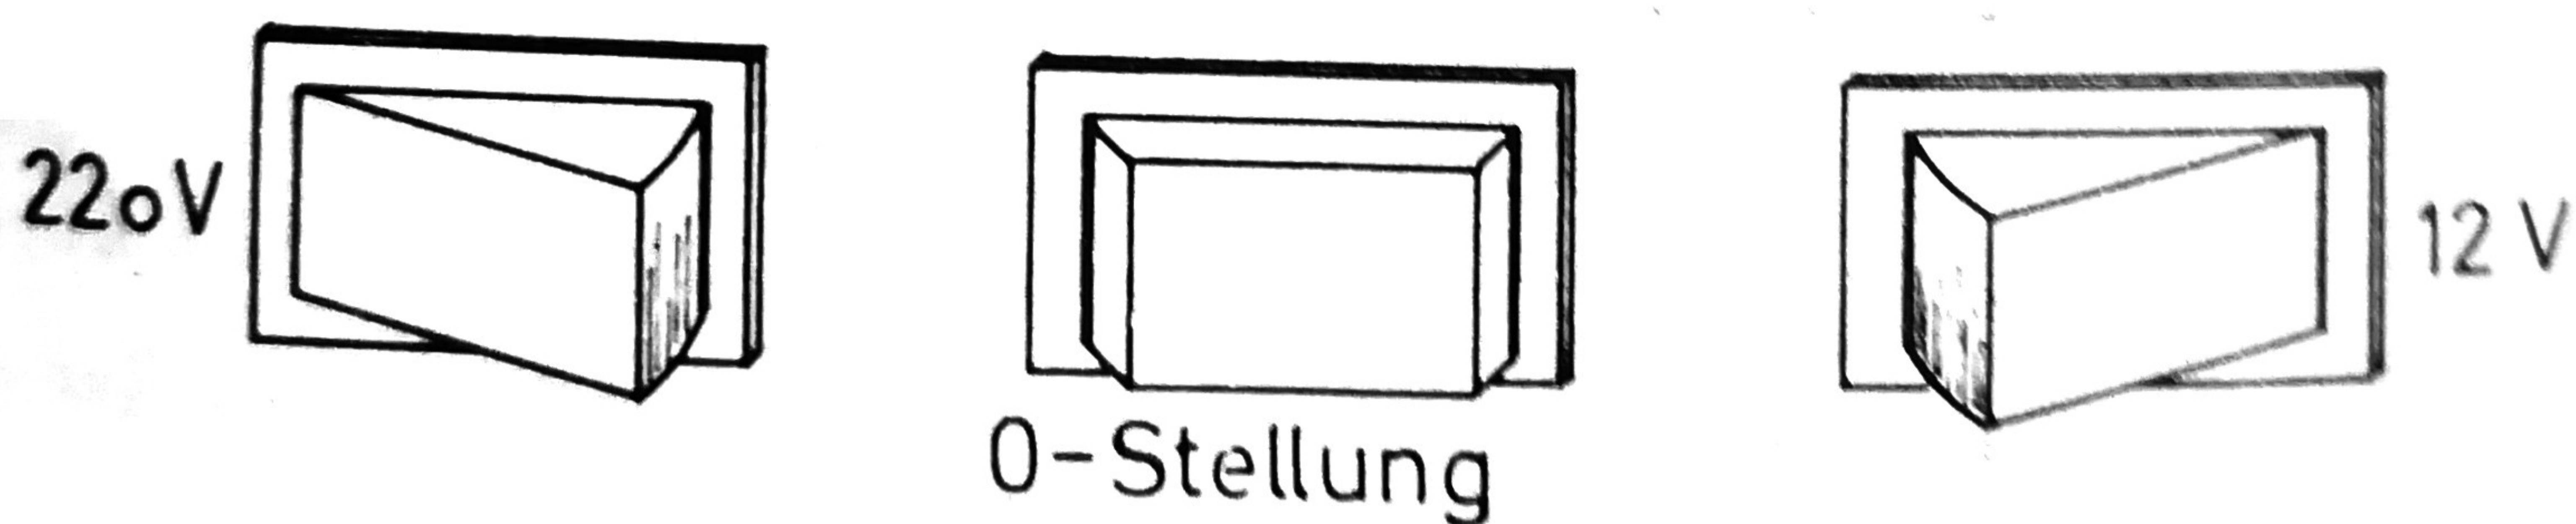

Bild 2
(siehe Bild 2)
- Stellen Sie Ihren Wahlschalter auf " 12 Volt" ein.(siehe Bild 2)
- Bei Gasbetrieb stellen Sie bitte Ihren Wahlschalter auf Nullstellung (siehe Bild 2)